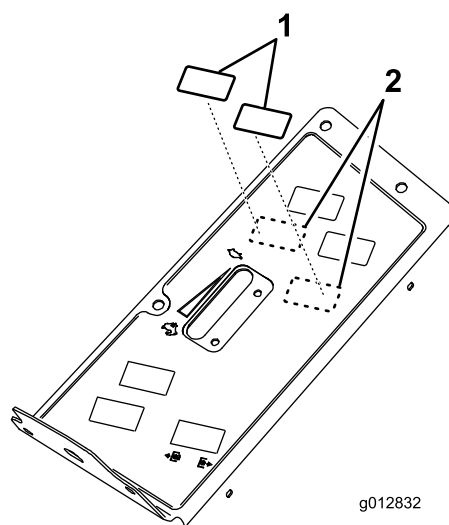

Рисунок 28
7. Найдите и удалите с верхней части панели управления две выбивные заглушки (Рисунок 28).